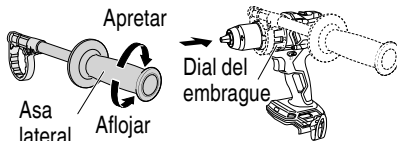

Fig. 11
2. Instalación/desmontaje del asa lateral. (Fig. 11)